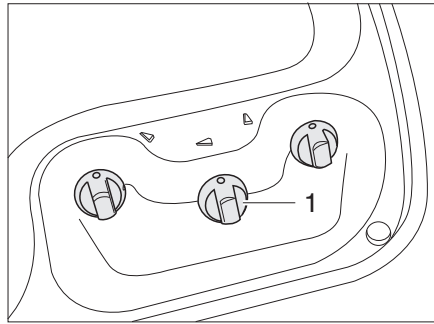
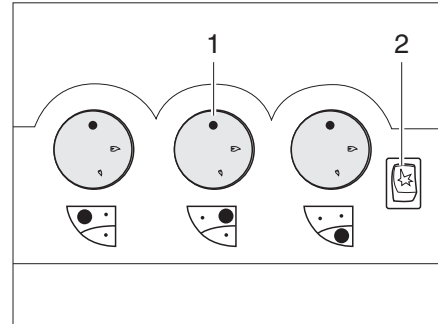

Fig. 231 Boutons de commande pour le réchaud à gaz (variante 1)
Fig. 232 Boutons de commande pour le réchaud à gaz (variante 2)
- Tourner le bouton tournant (Fig. 231,1 ou Fig. 232,1) du brûleur désiré en position d'allumage (grande flamme).
- Si une touche d'allumage (Fig. 232,2) est présente: Générer une étincelle en appuyant sur la touche d'allumage.